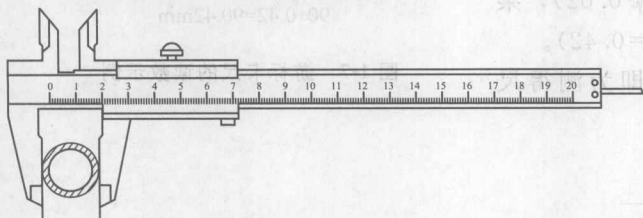

图 1-9 用游标卡尺测工件外径
1)测量时,应将两量爪开度略大于被测尺寸,将固定量爪的测量面贴紧工件,然后轻轻移动游标,使活动量爪的测量面也紧靠工件,并使卡尺测量面的边线垂直于被测表面,而后把固定螺钉拧紧,如图 1-9 和图 1-10 所示。